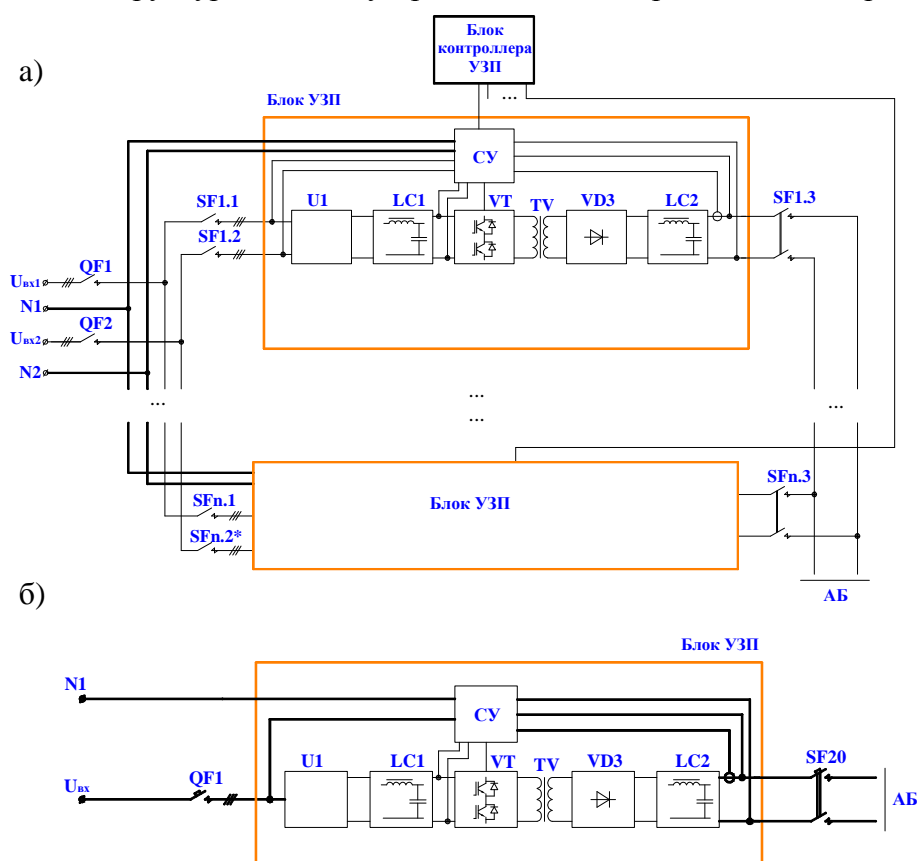

Рис.1 Упрощенная структурная схема устройства УЗП-М (а), УЗП-М-40 с одним вводом (б).
1.3.1. Устройство УЗП-М состоит из модулей-блоков БУЗП-40, которые представляют собой автономный высокочастотный инверторный преобразователь. Упрощенная структурная схема устройства УЗП-М представлена на рис.1.
Устройство УЗП-М включается в работу и отключается тумблером SA1 «Вкл. УЗП» (SA1.1 — для блока подзаряда БУЗП-40), расположенным на передней двери шкафа, и выключателями QF1, QF2 (при наличии) (рис. 1) (QF1.1, QF2.1(при наличии) — для блока подзаряда БУЗП-40).
Включение устройства УЗП-М в работу осуществляется включением выключателей QF1 и QF2 (при наличии) (рис. 1) (QF1.1, QF2.1(при наличии) — для блока подзаряда БУЗП-40) и тумблером SA1 (SA1.1 — для блока подзаряда БУЗП-40) «Вкл. УЗП».